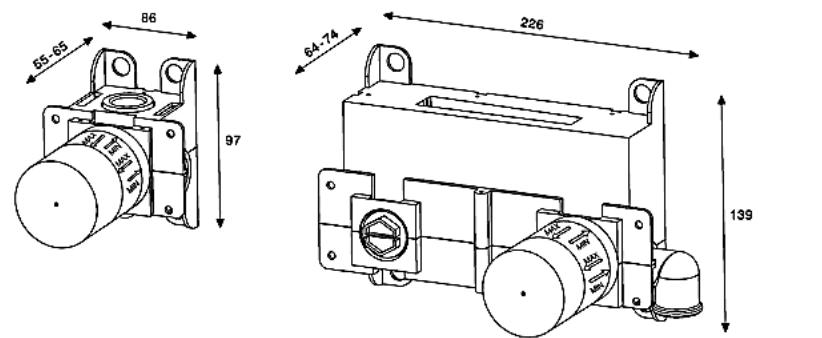

图.1
1. 将带有护箱水龙头按照图1的规定装到准备于安装的地方。安装深度范围具有«min»和«max»标记。将混合水龙头连接到供水系统。